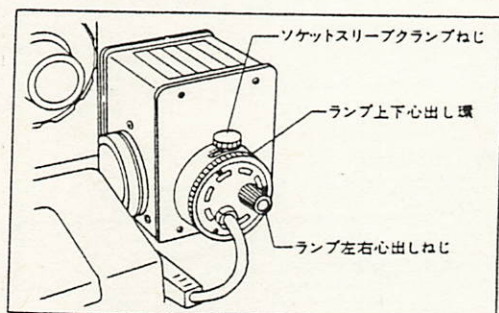
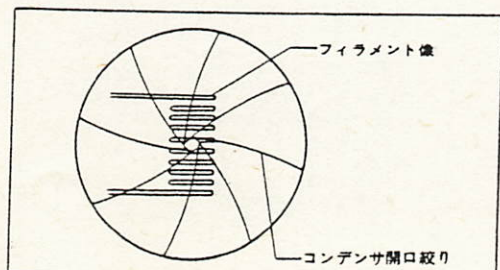

図5
図6
- 8) 図5のソケットスリーブクランプねじを緩めてから、ランプ左右心出しねじとランプ上下心出し環を操作して、図6のようにフィラメントの心出しをします。